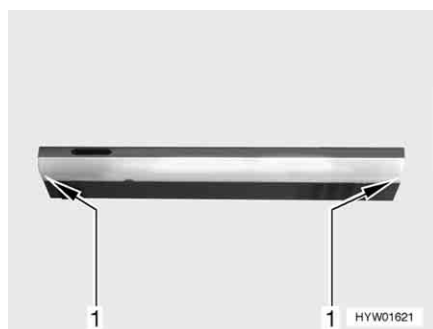

Fig. 211 Luce area cottura
- Tirare il vetro della luce (Fig. 211,1). Iniziare ad estrarre la luce area cottura tirando sempre a destra o a sinistra.